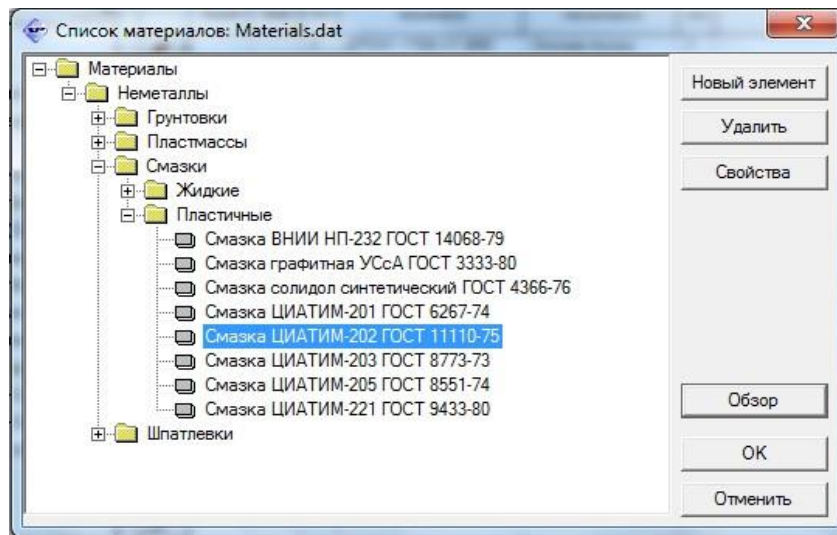

Рис. 16. Додавання мастила в специфікацію
- клацніть правою кнопкою миші на ячейці із заголовком **Материали** виберіть **Вставить материал**. Відкриється діалогове вікно **Список материалов: Material.dat** (рис. 16), в якому розташована бібліотека матеріалів;